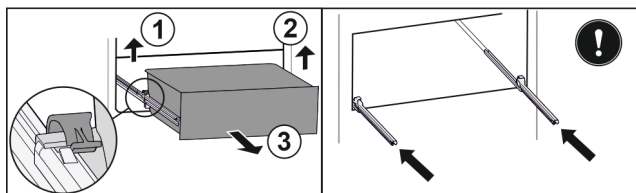

Fig. 166
- ▶ Paceliet kreiso spaili un vienlaikus pavelciet atvilktni kreisajā pusē uz priekšu. Fig. 166 (1)
- ▶ Paceliet labo spaili un vienlaikus pavelciet atvilktni labajā pusē uz priekšu. Fig. 166 (2)
- ▶ Izņemiet atvilktni virzienā uz priekšu. Fig. 166 (3)